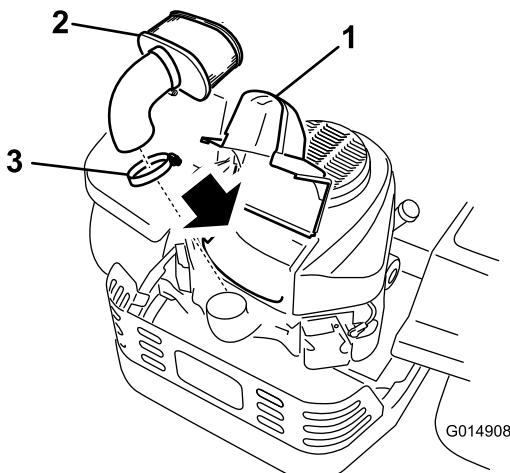

Figura 37
- Levante a cobertura e remova o dispositivo de abraçadeira de tubo que fixa a estrutura de filtro do ar ao motor (Figura 37).
- Solte o dispositivo de abraçadeira de tubo e retire o elemento de papel (Figura 37).